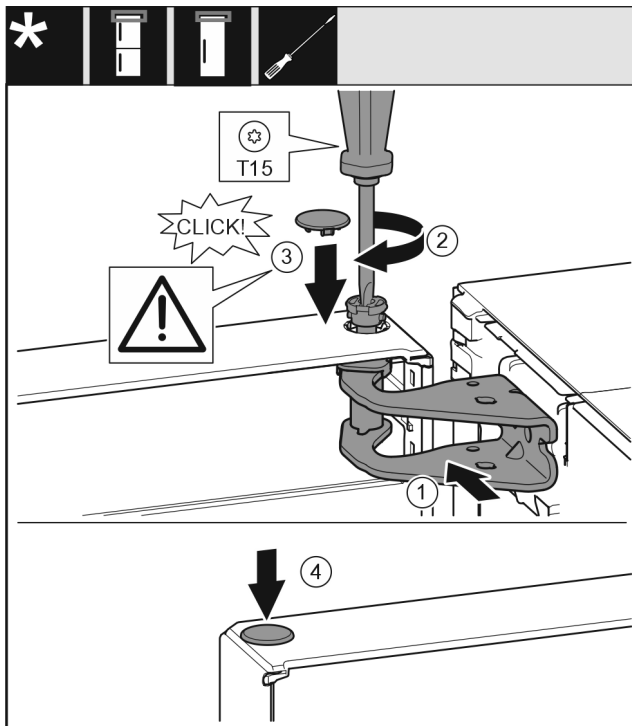

Fig. 53
- Allineare la porta superiore all'apertura nella staffa di supporto Fig. 53 (1).
- Inserire i perni Fig. 53 (2) e stringerli con un cacciavite.
- Inserire la copertura Fig. 53 (3).
- Controllare che la copertura Fig. 53 (3) poggi sulla porta.
- Inserire la copertura Fig. 53 (4).